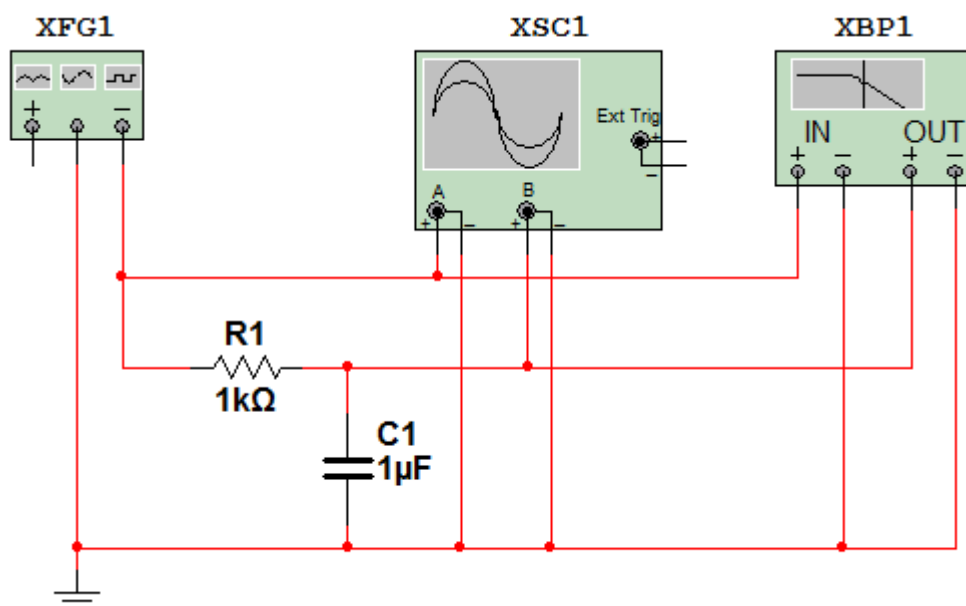

Рис. 1.3. Схема исследования характеристик интегрирующей цепи
1) На рабочем столе программного пакета составить схему интегрирующей цепочки, $R = 1 \text{ кОм}$, $C = 1 \text{ мкФ}$. В качестве источника сигналов использовать многофункциональный генератор, характеристики цепей определять с помощью осциллографа и Боде-плоттера (рис. 1.3). Определить логарифмические амплитудно- и фазочастотные (ЛАЧХ и ЛФЧХ) характеристики цепи.